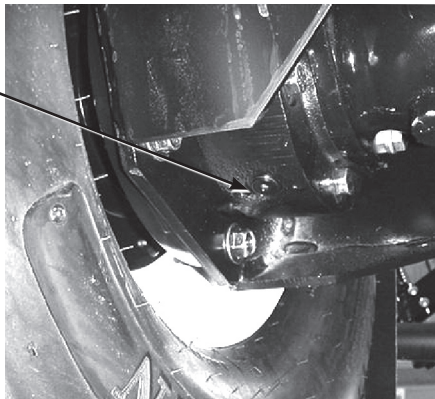

図45
4. 内側のドレン・プラグの下に容器を置き、このプラグを外す (図45)。